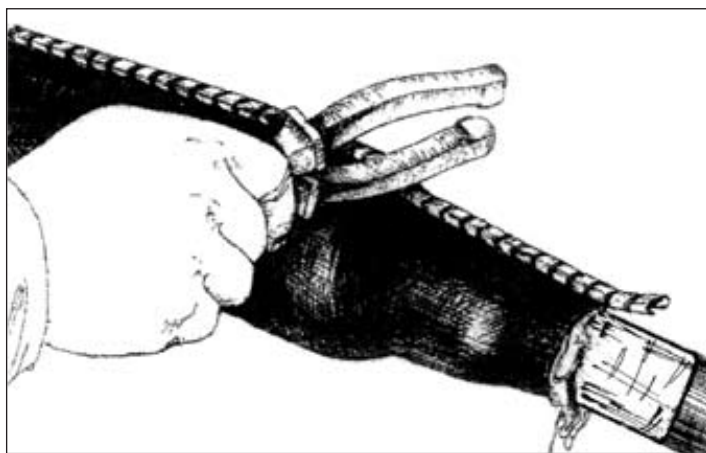

Рисунок 4.9 - Прижатие застежки по форме муфты
**4.1.14** Закончив усадку первой половины манжеты, в месте перехода полиэтиленовой муфты к конусу прижимают застежку тупым инструментом (рукояткой молотка, плоскогубцев и т.п.), чтобы она повторяла форму конуса муфты (рисунок 4.9).